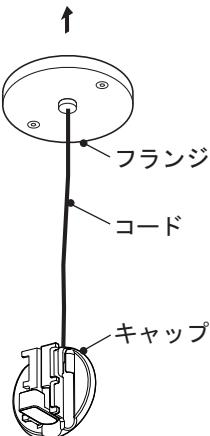

図3
・コードが望みの長さになるよう、プロテクションリング(コード保護のための黒いプラスチック)の位置を調整してください。(図3参照)
**△警告** プロテクションリングには、1カ所にスリット(すき間)があります。このスリットの部分は、コード固定ネジが入る穴に対して90度になるように設定してください。(図3参照)
(3ページの図3 参照)